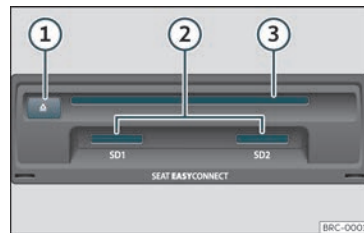

Fig. 157 Rañuras para soportes de datos no portalluzas.
• Insira un CD ou DVD na rañura » fig. 157 ③ co lado impreso cara arriba ata que o equipo o introduza automaticamente.
Introducir a tarxeta de memoria compatible coa esquina recortada primeiro e os contactos cara abaixo, na rañura >>> **fig. 157** ②, ata que encaste.